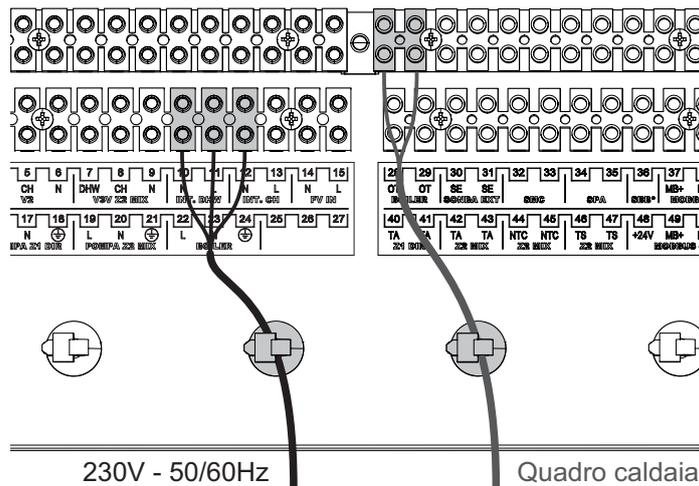

Figura 2.29
- Collegare il cavo di alimentazione della caldaia e quello di comunicazione (proveniente dal quadro elettrico della caldaia) alle morsettiere e bloccarli con l’apposita fascetta (Figura 2.29).